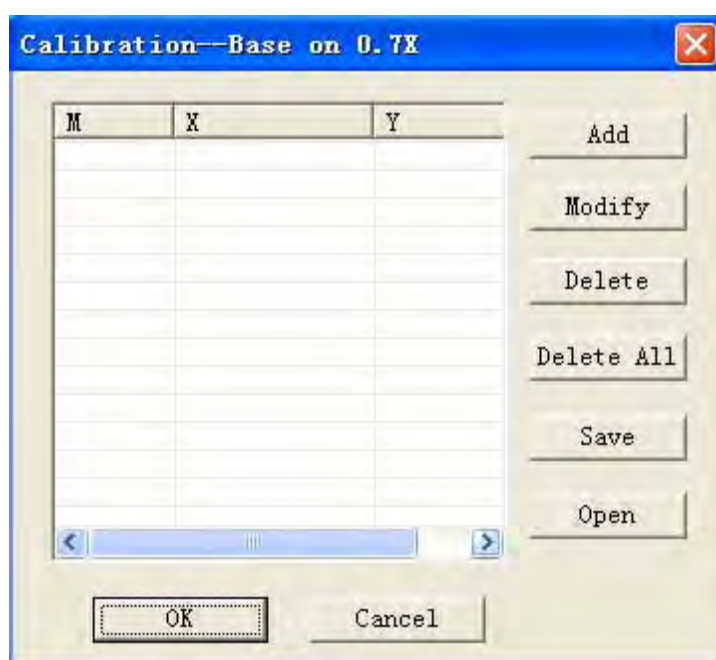

Figure 12-24
- (3) Sélectionner le menu « Input Value » (Entrer valeur). La boîte de dialogue de la Figure 12-24 s'ouvre.